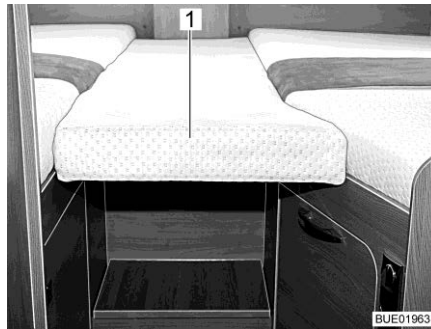
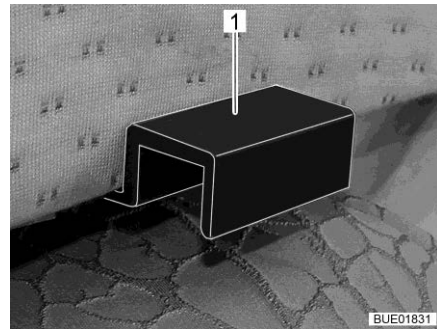

Fig. 169 Cojín adicional
Fig. 170 Soporte, cojín adicional
- Enganchar el cojín adicional (Fig. 169,1) con los soportes (Fig. 170,1) en los paneles de las camas individuales, de tal modo que se forme una superficie de descanso ininterrumpida.